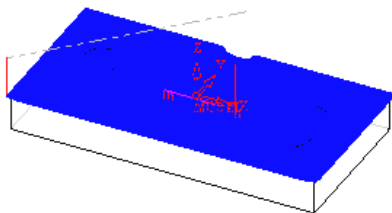

图 3-96 生成的刀具路径 (2)
6) 计算刀具路径。完成参数设置后，单击“NC Process Manager”对话框中的保存并计算按钮 ，运算当前加工程序，此时图形区显示的刀具路径如图 3-96 所示。